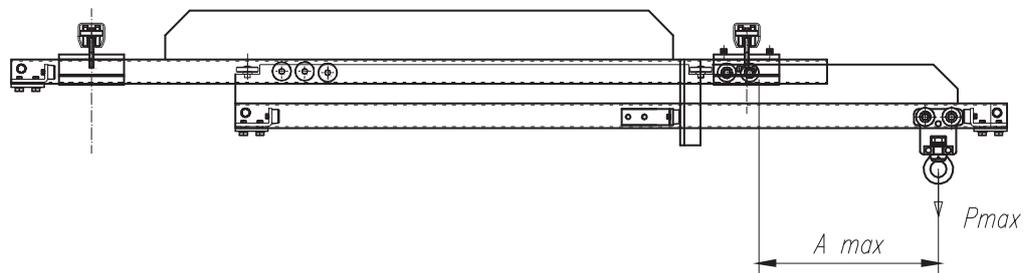

Bild 41: Teleskopauszug
SCHRITT 3: Eine Seite der Querbrücke muss durch einen Schienenstopper mit Sicherungsschraube vom Typ .X06 geschlossen werden. Die andere Seite bleibt offen, damit der Teleskopauszug durchfahren kann. Der Teleskopauszug funktioniert, bis Abstand "A" am Maximum angelangt ist (siehe Bild 41 "A max"). "A max" wird durch eine vom Hersteller eingebaute Stoppervorrichtung bestimmt.